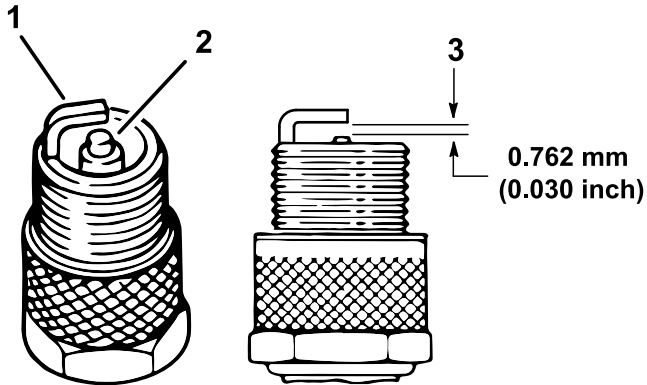

Figura 40
4. Verifique o estado dos eléctrodos lateral e central, bem como do isolante do eléctrodo central, certificando-se de que não se encontram danificados (Figura 40).
5. Ajuste a folga existente entre a zona central e lateral do eléctrodo para 0,76 mm, como se mostra na Figura 40.